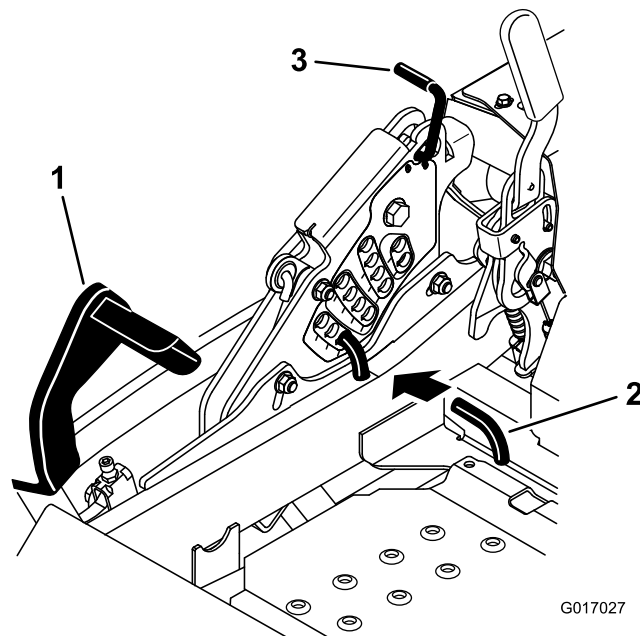

Bild 89
5. Drücken Sie das Mähwerkhubpedal ganz nach vorne; das Mähwerk rastet in der 14-cm-Transportstellung ein (Bild 89).